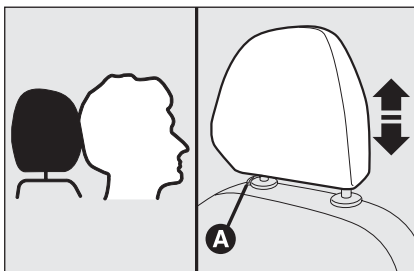

fig. 30
- réglage vers le bas: appuyer sur la touche **A-fig. 30** et baisser l'appui-tête.